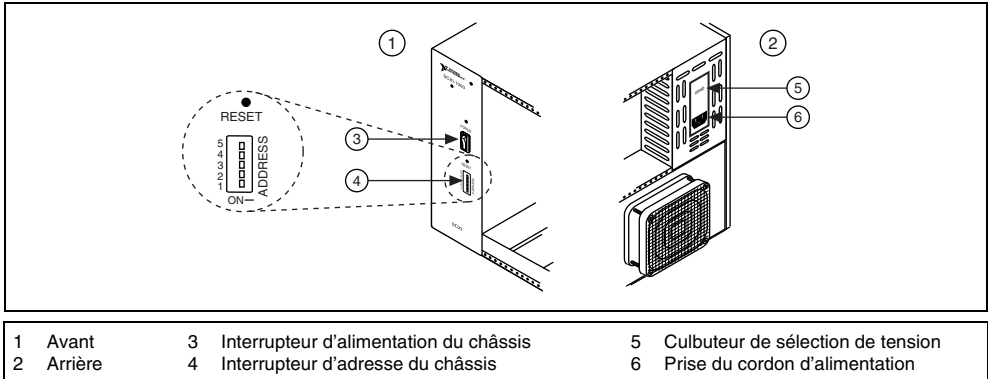

Figure 2. Configuration du châssis SCXI
- Si le châssis comporte des interrupteurs d'adresse, mettez-les en position arrêt (Off). Sur la figure 2, tous les interrupteurs sont sur la position Off.